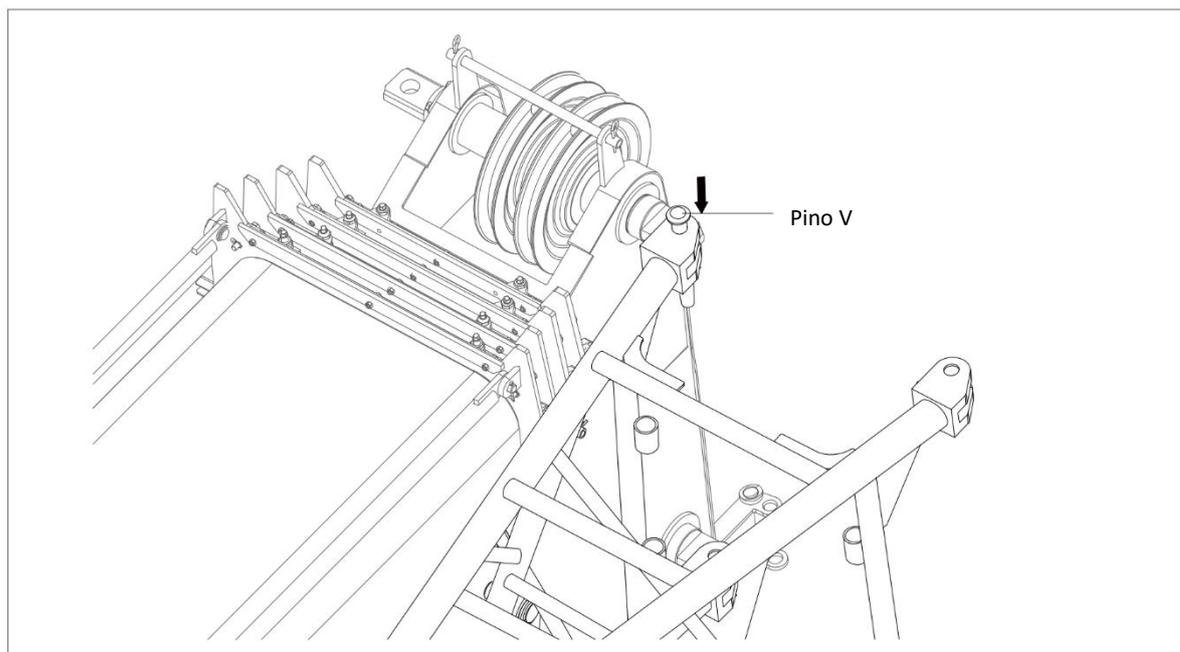

Figura 5-7 Instalação do pino V
- j) Alinhe a extremidade do braço com os pontos de conexão no lado direito da cabeça da lança principal. Instale o pino V e grampo de retenção. Consulte a figura 5-7.